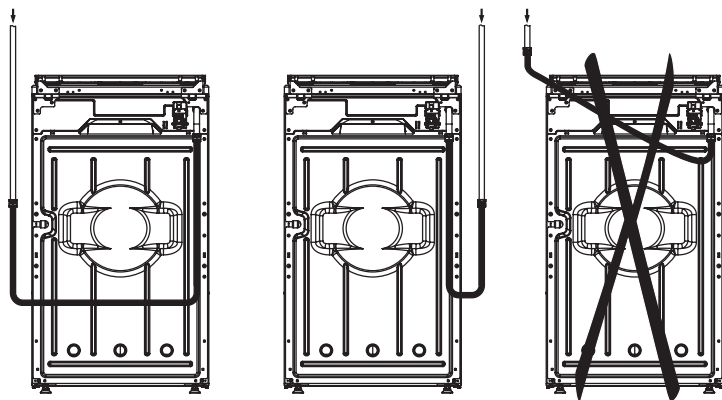

рис. 4
- гибкий присоединительный рукав не должен проходить в зоне горячего воздуха дымохода и касаться задней стенки плиты (рис. 4);
**Помните!** После установки плиты на место обязательно проверьте положение гибкого шланга подвода газа и шнура питания (рис. 4). Они не должны проходить над дымоходом и касаться задней стенки плиты. Во время работы духовки там возникает высокая температура, которая может их повредить.